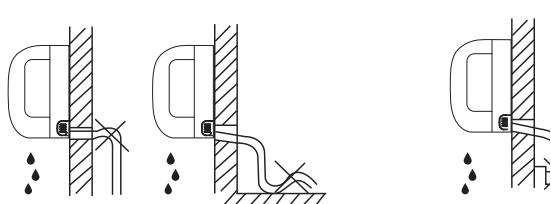

Рис. 5
Определите положение отверстия для трубопровода согласно схеме и отметкам на монтажной пластине. Просверлите одно отверстие Ø 65 мм с небольшим уклоном в сторону улицы (рис. 5).
- Проведите дренажный шланг с уклоном наружу. Не допускайте ошибок, показанных на рис. 5.